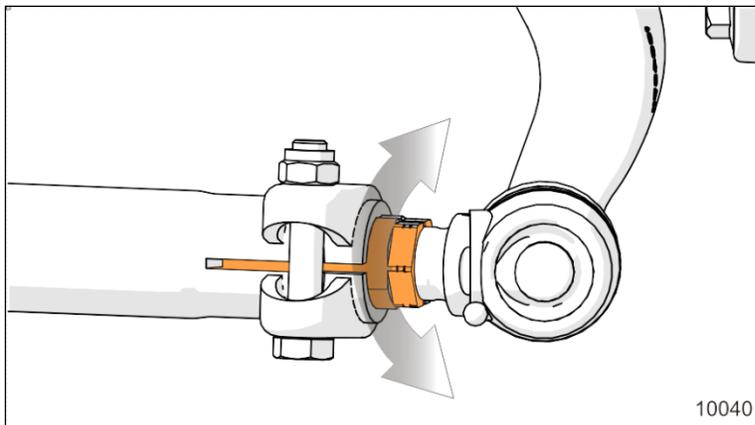

FIGURE 8: BAGUE D'AJUSTEMENT FIN
- b. Faire tourner la bague d'ajustement (Figure 8) pour obtenir la mesure de pincement spécifiée.